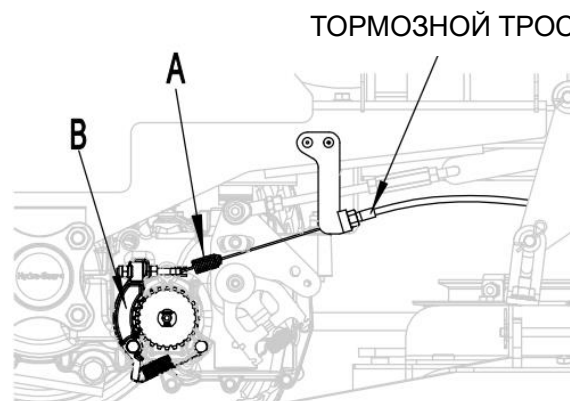

Рис. 23
7.7.2 Найдите пружину тормоза (А, Рисунок 23). Шестерни тормозного рычага (В) входят в зацепление с шестернями тормозного диска. Отрегулируйте гайку на рычаге регулировки пружины. Убедитесь, что в свободном состоянии пружина удлиняется на 12 мм. Таким же образом отрегулируйте рычаг тормоза.